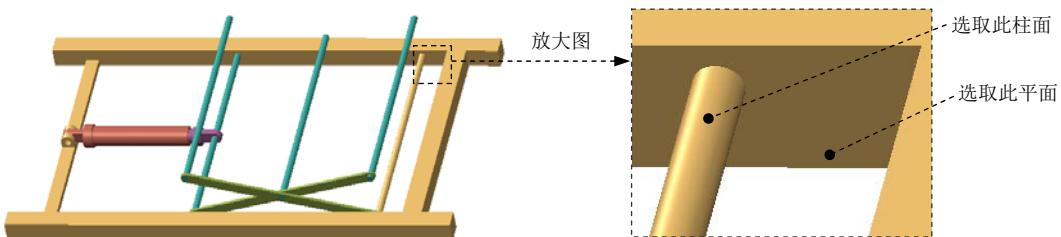

图 3.17.40 选取约束参考
Step3. 选取约束参考。单击操控板中的 **放置** 按钮，在模型中依次选取图 3.17.40 所示的柱面和平面为新的约束参考；单击 **反向** 按钮，反转配合方向，此时 **放置** 界面如图 3.17.41 所示。